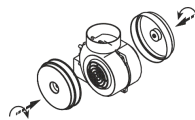

рис. 7А
6.4 Установите фальштрубу (рис. 7).